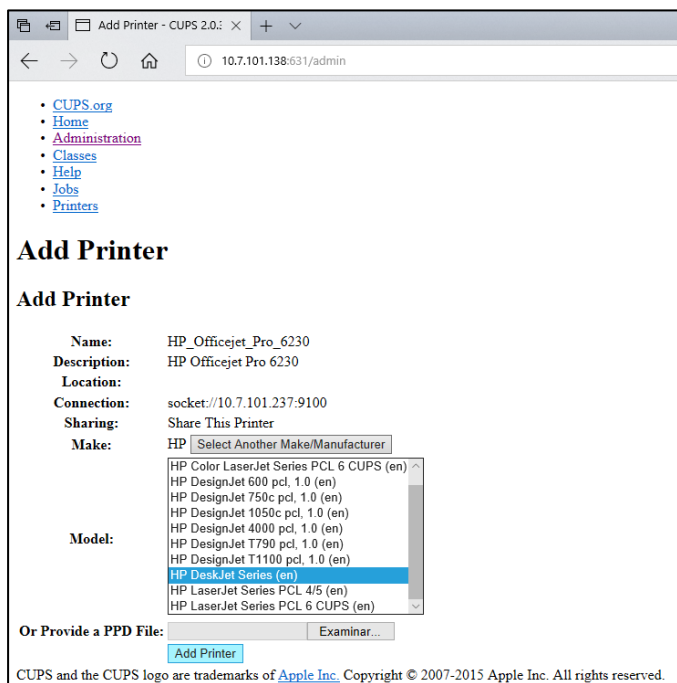

Figura 80. Selectarea driverului pentru imprimantă.
**Notă:** Dacă driverul imprimantei dumneavoastră nu apare în listă, utilizați driverul generic pentru marca imprimantei dumneavoastră. Dacă nu funcționează niciunul dintre driverele enumerate, descărcați de pe internet driverul CUPS necesar, ca fișier PPD, și selectați-l în câmpul **Or Provide a PPD File** (Sau furnizați un fișier PPD), înainte să apăsați **Add Printer** (Adăugare imprimantă) (Figura 80).